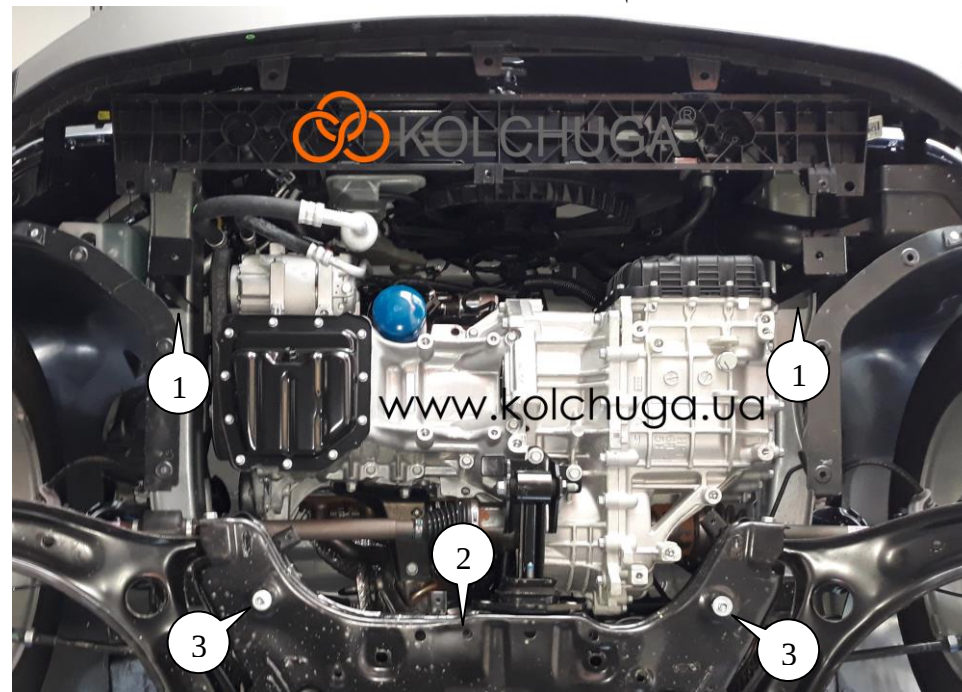

Рис.1
1. Демонтировать штатную пластиковую защиту, рис.1.
2. Установить планки 9 в отверстия лонжеронов (поз.1, рис.1) и наживить болты 4 с шайбами 6 и гроверами 8, рис.1.
3. Установить кронштейны 2 под болты 4 (поз.1), рис.1.
4. Установить крепеж 11 в отверстия подрамника (поз.3) и наживить гайки 12 с шайбами 5, рис.1.
5. Установить планку 10 над отверстием в подрамнике (поз.2) и наживить болт 3, рис.1.